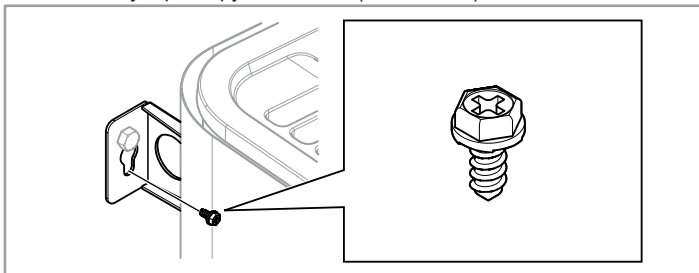

Рисунок 20: Фиксирующий винт для кронштейна
2. Зафиксируйте нагреватель в неподвижном положении, используя фиксирующий винт (см. Рис. 20).